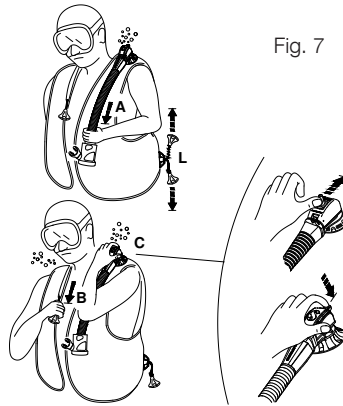

Fig. 7
- a. trageți ușor de ansamblul furtunului (fig. 7 - A).
- b. apăsați butonul care iese din carcasa supapei (fig. 7 - C) (brevetată): acest sistem ar putea fi util și pentru a purja aerul unui alt scafandru care are probleme (panică, scafandru începător, inconștiență etc.).
- Supapa de descărcare manuală dublă SCUBAPRO® (brevet) are un buton de siguranță care eliberează aer atunci când este împins (FIG. 7-C), în caz de defecțiune a sistemului de descărcare manuală (cablu rupt, pini etc.).
Supapă de descărcare inferioară (fig. 7 - L)
Dispozitivele de dezumflare cu debitul maxim de gaz sunt supapa umăr fig. (7-B) și supapa inferioară (fig 7-L).